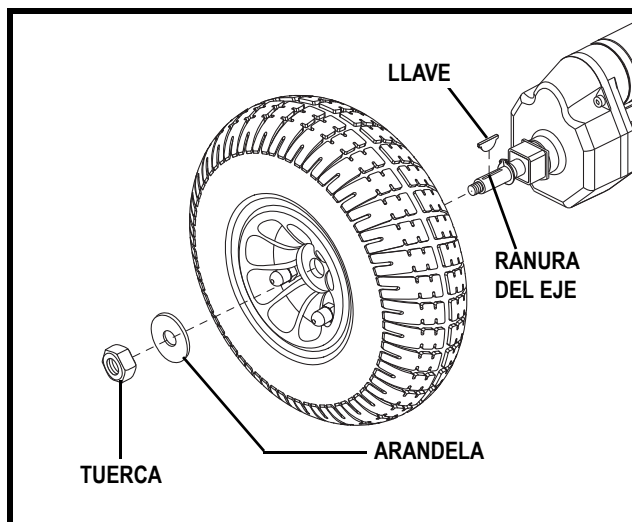

Figure 25. Drive Wheel Removal
4. Retire la tuerca de la rueda motriz del cubo (fig. 25).
9. Coloque la rueda en su eje. Asegúrese de que la llave esté en la ranura del eje (fig. 25).